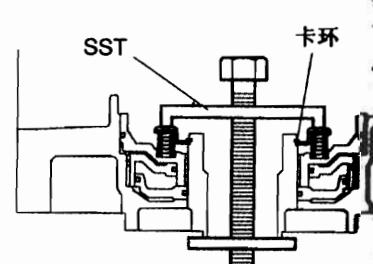

图 12-1-64
(67) 拆下 1 挡和倒挡制动器回位弹簧分总成。如图 12-1-64 所示，将 SST 放置在弹簧限位座上，并压动回位弹簧。用 SST 拆下卡环和制动器回位弹簧。